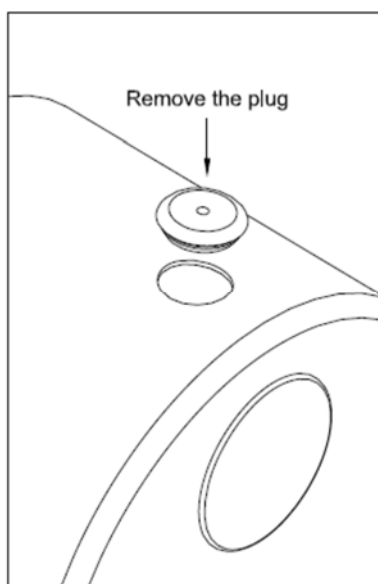

Abbildung 1
2. Entfernen Sie die Einfüllkappe, um an den ZERO-Trimmer zu gelangen (Abbildung 1).